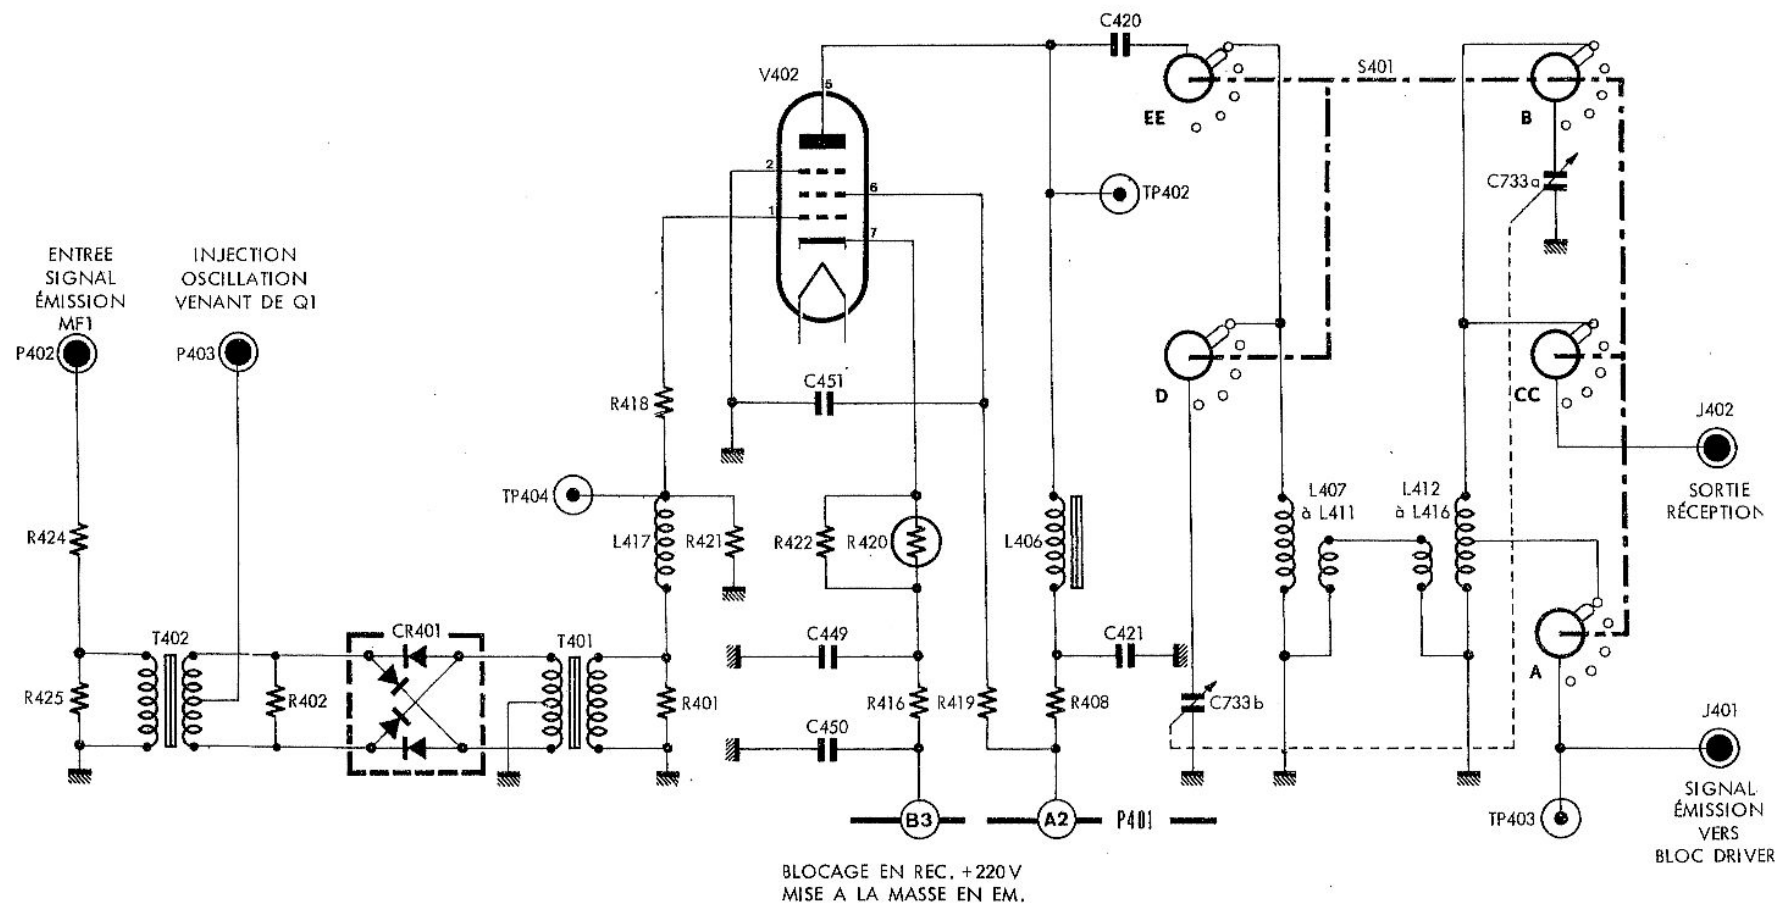

Fig. 25 PRODUCTION ET PREAMPLIFICATION DU SIGNAL H.F.
2.2.8. PRODUCTION ET PREAMPLIFICATION DU SIGNAL H.F. (fig. 25 et groupe 02 - planche 16)